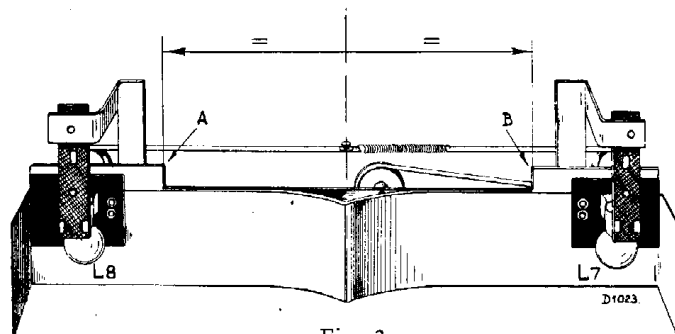

Fig. 3
15. Pour la mise au point du tambour (condensateur variable) un signal sur 350 m. est appliqué à la douille d'antenne, après quoi l'appareil est syntonisé. Le tambour est maintenant placé d'une telle façon que la bride de la bande d'entraînement qui sert à entraîner le curseur, vient exactement entre les points A et B (fig. 3).